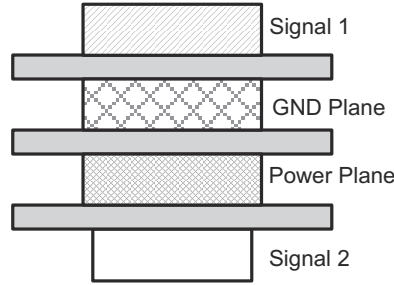

图 8-3. 示例布局
- 当使用高频率时, 因此所推荐的印刷电路板至少为 4 层; 两个信号层划分为接地层及电源层, 如 图 8-3 所示。